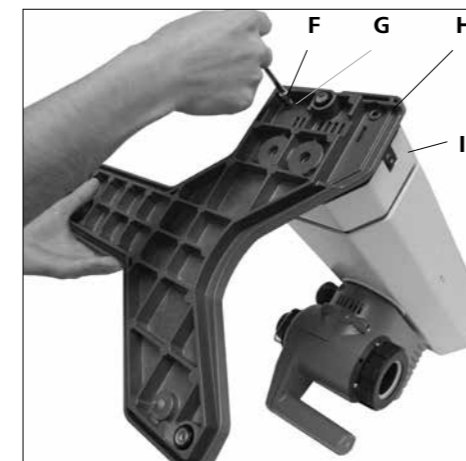

Fig. 7
1.) リフトへの土台の取り付け (Fig. 7)
- 開梱後、円筒形ねじM6x25(F) 4個と鋸歯状座金M6(G)を付け、ベース(H)をリフト(I)に取り付けます。(Fig. 7)